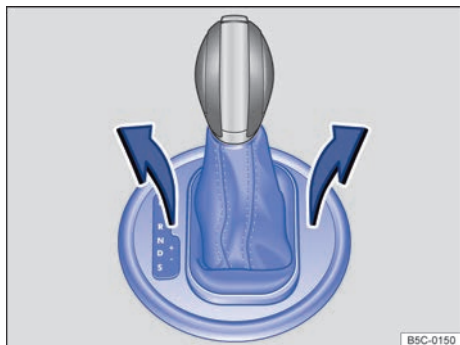

Fig. 161 Desmontar la cubierta de la corredera de la palanca selectora.
- Tire hacia arriba y con cuidado de la cubierta por la zona del guardapolvo de la palanca selectora → **fig. 161**.